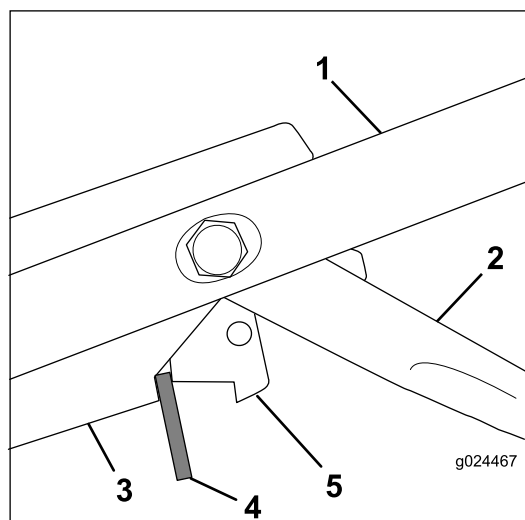

Figura 34
3. Inserte un espaciador de 8 mm (5/16") entre la palanca de control del freno de la cuchilla y el soporte de los controles del manillar (Figura 34).